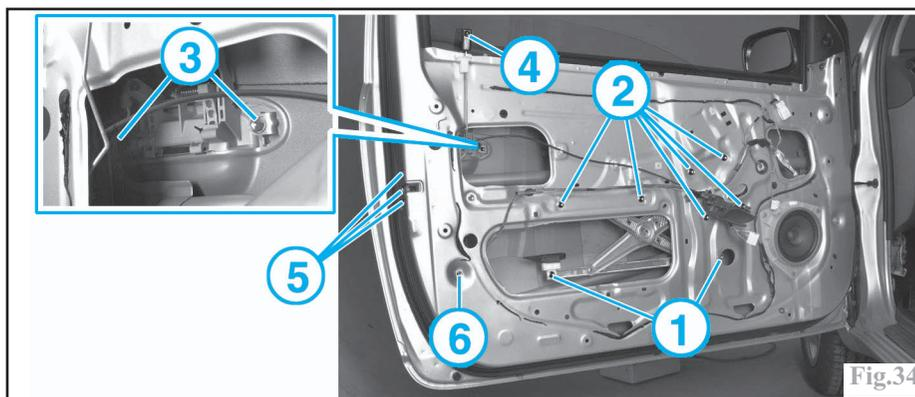

Fig.34
Déposer les vis de fixation (1) du rail de guidage (Fig.34).
Déposer les vis de fixation (2) du mécanisme de lève-vitre (5 avec lève-vitre manuel, 6 avec lève-vitre électrique) (Fig.34).
Déposer les vis de fixation (3) de la poignée et du barillet puis, dégager la poignée d'ouverture (Fig.34).
Déposer le bouton (4) de verrouillage de portière (Fig.34).